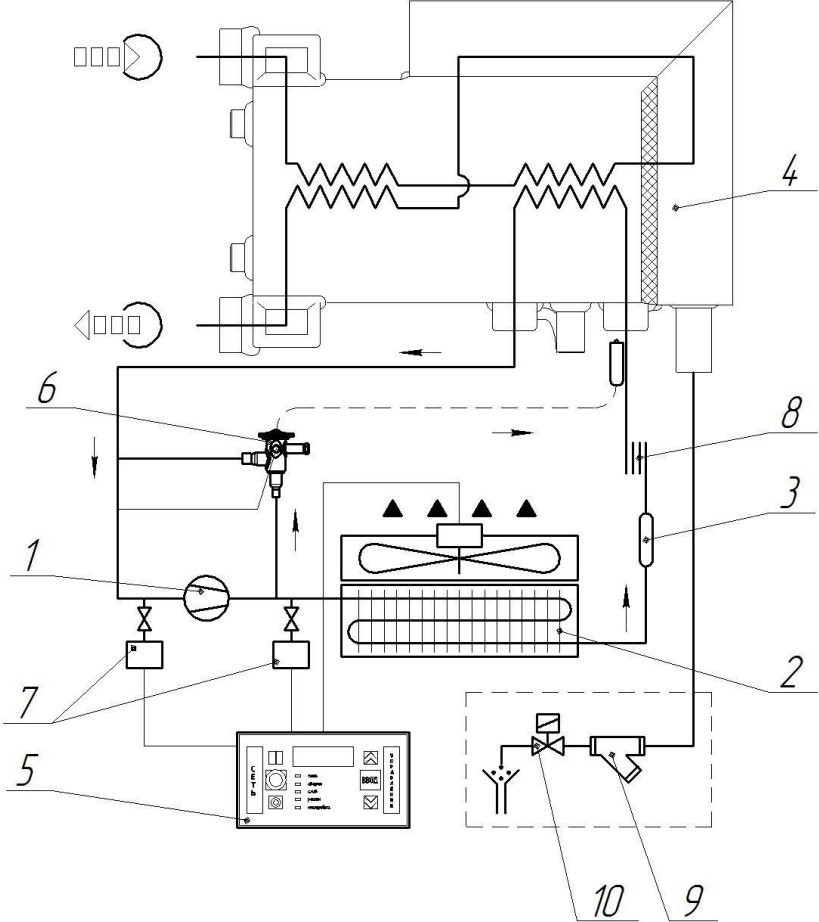

Рисунок 3 – Холодильный контур
4.1 Осушитель рис. 3 представляет собой конструкцию алюминиевого теплообменника, размещенного в блоке осушения 4. В первом контуре теплообменника из сжатого воздуха удаляется вода путем его охлаждения до температуры приблизительно +5⁰С и удаления образующегося при этом конденсата. С целью предотвращения образования конденсата на наружной поверхности трубопроводов системы циркуляции, обрабатываемый сжатый воздух перед выходом его из осушителя подвергается предварительному подогреву. Для этого он прогоняется через второй контур теплообменника.
4.1.1 Компрессор 1 (рис. 3) является активным элементом осушителя и обеспечивает циркуляцию хладагента по холодильному контуру за счет сжатия паров хладагента от давления кипения до давления конденсации.
4.1.3 Устройство слива конденсата предназначено для удаления конденсата образующегося при охлаждении сжатого воздуха в блоке осушки. Устройство состоит из электромагнитного клапана 10 (рис.3) и сантехнического фильтра 9 (рис 3). Сигнал на управление электромагнитным клапаном подается блоком автоматического управления 5.
4.1.4 Регулятор производительности 6 (рис. 3) перепускает часть горячего газа (из количества нагнетаемого газа компрессором) в трубку полости между испарителем и всасыванием компрессора, поддерживая постоянное значение температуры/давления кипения фреона около $+5\text{ }^{\circ}\text{C}$. Такое перепускание газа полностью исключает образование льда внутри испарителя в полости сжатого воздуха при любых нагрузках.
4.1.7 Фильтр-осушитель 3 (рис. 3) размещается перед капиллярной трубкой, задерживает все технические загрязнения и пары влаги, исключая их циркуляцию и вступление в химические реакции